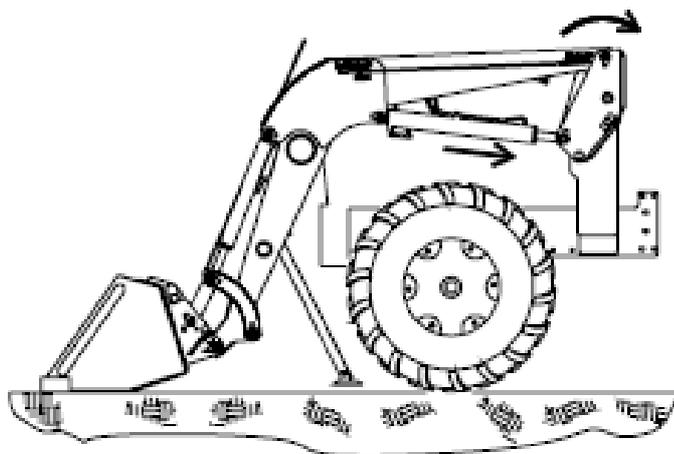

Рисунок 5 - Монтаж погрузчика на трактор
4) Трактор установите на нейтральное положение КПП, продолжайте сжимать цилиндры подъема и раздвигать цилиндры ковша для того, чтобы развернуть заднюю стойку лицом к стопорным штифтам (рисунок 5). Заглушите трактор и включите парковочный тормоз.